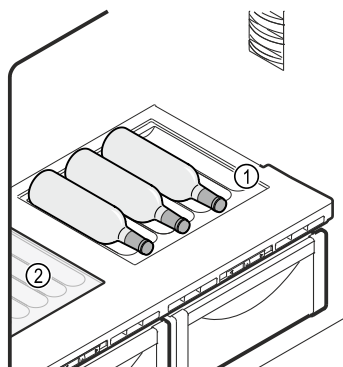

Fig. 162 例图
- ▶ 将玻璃隔板 Fig. 162 (2) 放入可调瓶架下方。